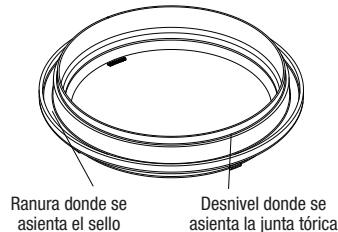

Figura 16. Colocación de la junta tórica de prueba de presión azul
2. Coloque la junta tórica azul en el desnivel ubicado a $\frac{1}{4}$ " desde la parte inferior de la tapa. Consulte la Figura 16.